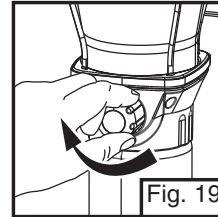

Fig. 19
- Cierre la válvula de combustible. (Fig. 19)